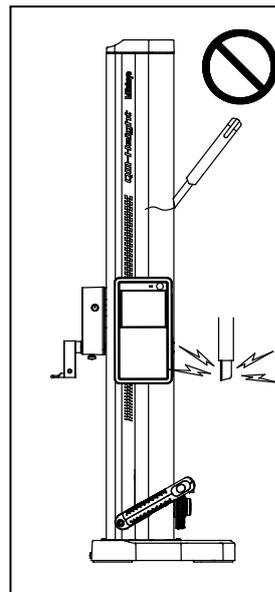

Abb. 3
- In keinem Fall darf das QM-Height externer Spannung (wie zum Beispiel durch ein elektrisches Graviergerät) ausgesetzt werden. Andernfalls kann dies zu Problemen führen. (Abb. 3)